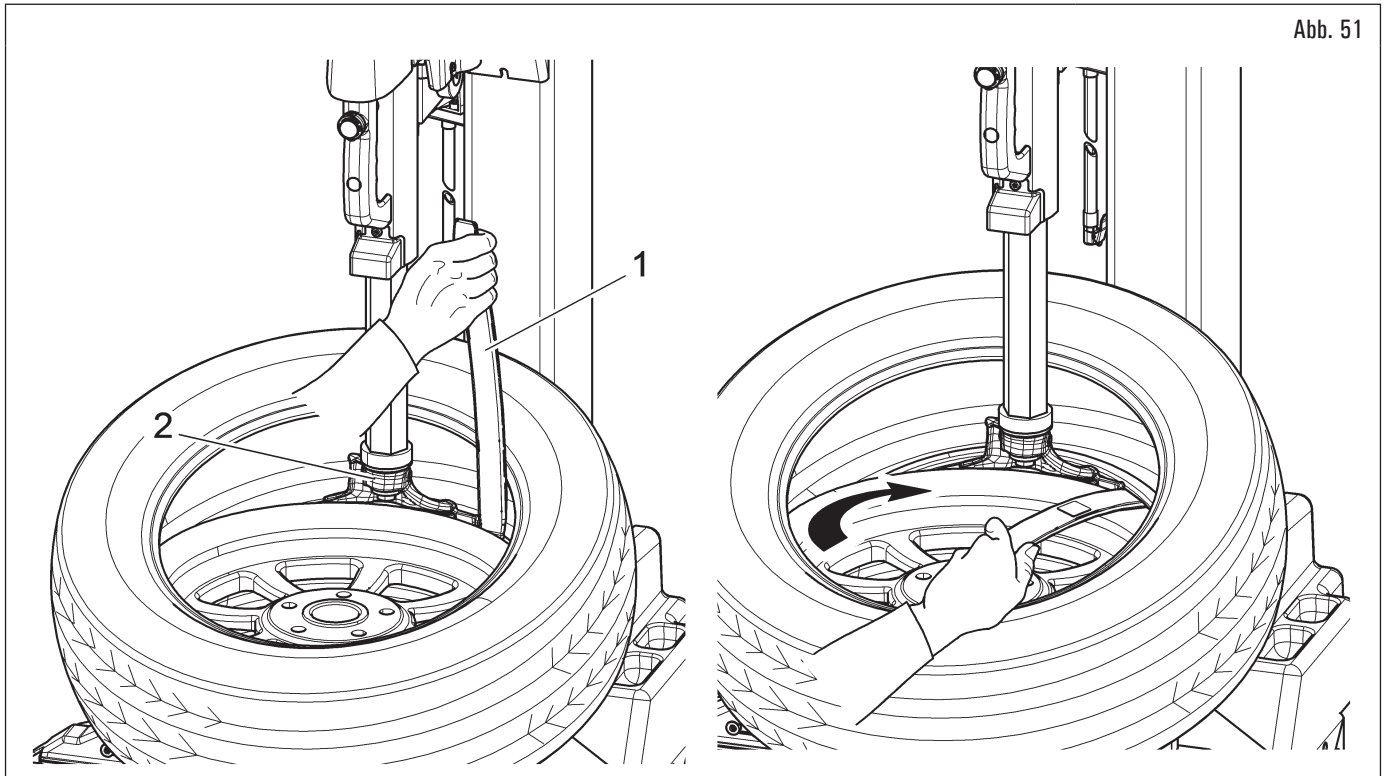

Abb. 51
7. bringen Sie mit Hilfe des Hebels (Abb. 51 Pkt. 1) den zweiten Wulst des Reifens auf den Nagel des Werkzeugkopfes (Abb. 51 Pkt. 2);
8. den Hebel (Abb. 51 Pkt. 1) in dieser Position festhalten und die Spindel im Uhrzeigersinn drehen, bis der Reifen vollständig von der Felge abgedrückt worden ist;